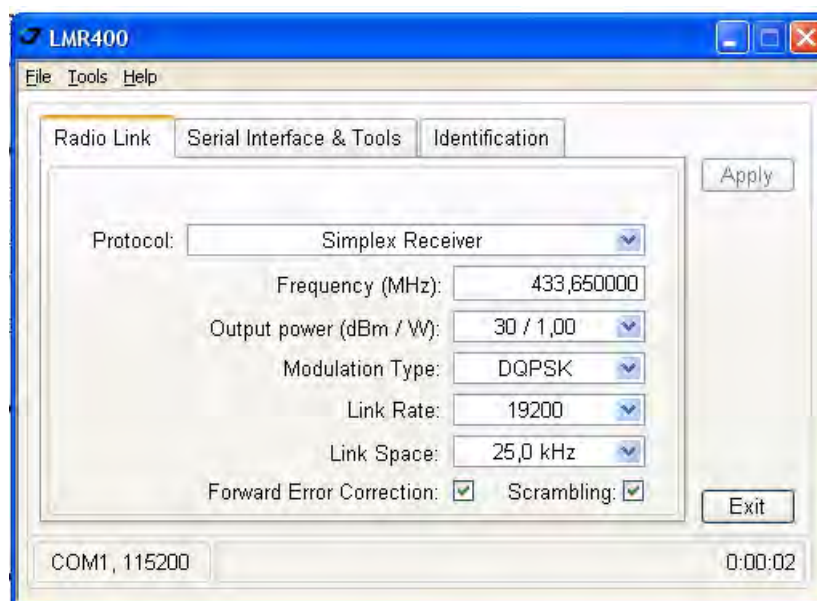

Рисунок 26. Закладка Radio Link
1. В закладке *Radio Link*, установите следующие параметры (Table 12) и нажмите *Apply* (Рис. 26 на стр. 43).